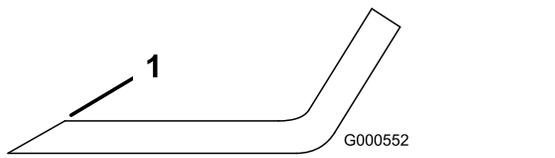

Figure 17
1. Au moyen d'une lime, aigüez les tranchants aux deux extrémités de la lame (Figure 17).
Remarque: Si la lame est déséquilibrée, limez un peu l'extrémité de l'ailette seulement (Figure 17).